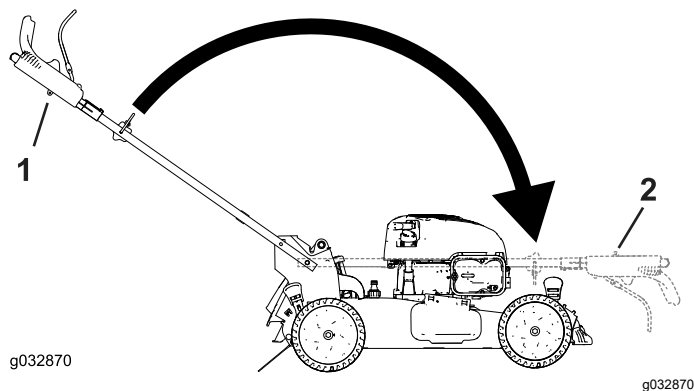

Figura 23
2. Piegate la stegola, ruotandola in avanti (Figura 23).